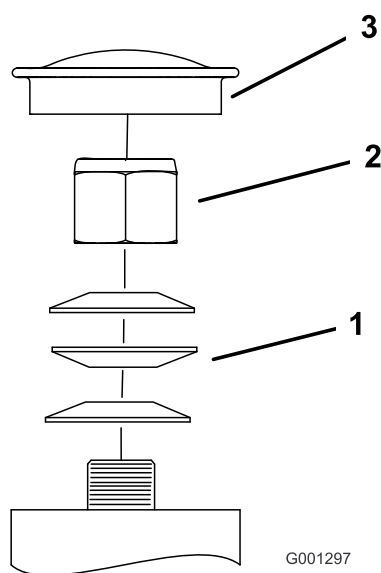

Figure 57
3. Déposez le capuchon protecteur de la roue pivotante et serrez le contre-écrou (Figure 57).
4. Continuez de serrer le contre-écrou jusqu'à ce que les rondelles élastiques soient aplaties, puis desserrez-le d'un quart de tour pour obtenir la précharge correcte des roulements (Figure 57).
5. Reposez le capuchon protecteur (Figure 57).
Important: Veillez à placer les rondelles élastiques correctement, comme montré à la Figure 57.